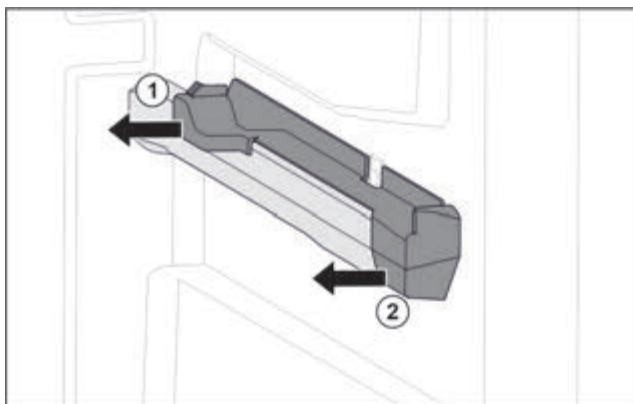

Fig. 71 Вставна частина на правому ребрі для резервуару
- ▶ Відсунути вставну частину назад вбік. Fig. 71 (1)
- ▶ Відсунути вставну частину вперед вбік. Fig. 71 (2)